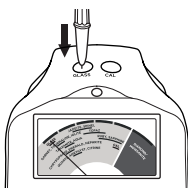

图 1.5
- 将探针头顶在指示灯左边的玻璃检测盘上（图 1.5）。完成此操作后，在两到三秒钟内，指针应该摆至最高点，深入仪表指示盘的红色条带中。